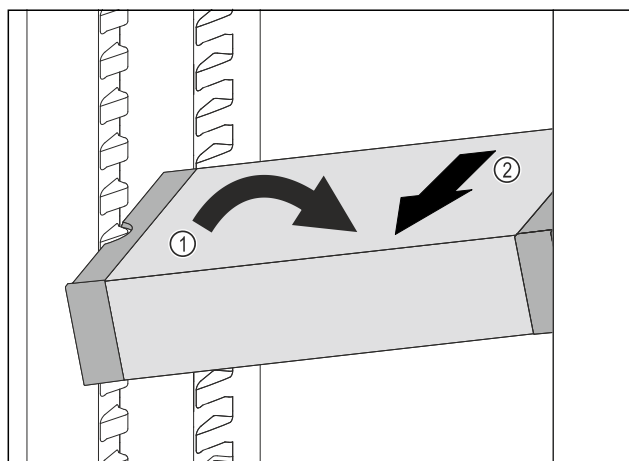

Fig. 57
- ▶ VarioSafe postavte v chladničke šikmo. Fig. 57 (1)
- ▶ VarioSafe vyberte dopredu. Fig. 57 (2)